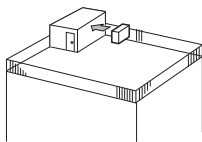

Fig. 2-4
- ① Pagrieziet gaisa izplūdes atveri pret tuvāko pieejamo sienu tā, lai tā atstastos 35 cm attālumā no sienas. (Fig. 2-4)